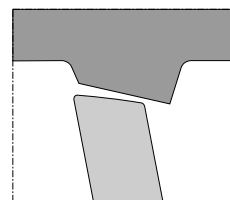

Рис. 4 • фаза открытия диска заслонки
У регулирующих заслонок уплотнение обеспечивается между диском (3) и седлом (4). Направление потока и перепад давления определяют момент отрыва при открытии регулирующей заслонки. Использование двух эксцентриков имеет то преимущество, что при открытии и закрытии диск соприкасается с седлом под очень малым углом поворота (см. рис. 4). За счёт этого снижается износ и повышается срок службы. Одновременно уменьшается и момент отрыва.